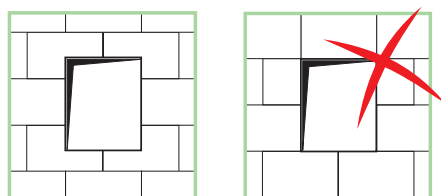

Abb. 4 Fenster-/Türöffnungen mit Ausklinkung
- Um Rissbildungen an Öffnungsecken zu vermeiden dürfen keine Plattenstöße an Öffnungsecken ausgeführt werden (Abb. 4).